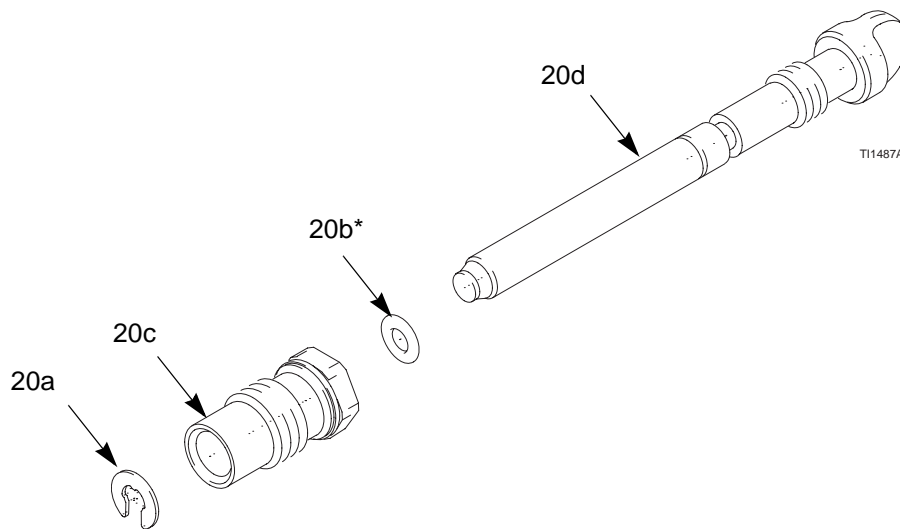

Fig. 16. Valvola di regolazione aria alla ventola
2. Mettere una chiave sulle rondelle sul gruppo della valvola (20) e svitarla dall'impugnatura (17). La valvola può essere sostituita come gruppo (andare al punto 9) o come singole parti (punti 3–9).
3. Togliere l'anello di sicurezza (20a). Vedere la FIG. 16.
7. Quando si rimonta la valvola aria della ventola (20), lubrificare leggermente le filettature della valvola ed avvitare lo stelo (20d) nell'alloggiamento (20c) fino a quando non tocca il fondo. Installare l'anello di tenuta (20b*), lubrificare e svitare lo stelo della valvola fino a quando l'anello di tenuta non entra nell'alloggiamento.
9. Avvitare il gruppo valvola (20) sull'impugnatura della pistola inserendo la chiave nell'apposita apertura sulla sede. Stringere con una coppia di 1,7–2,8 N.m.